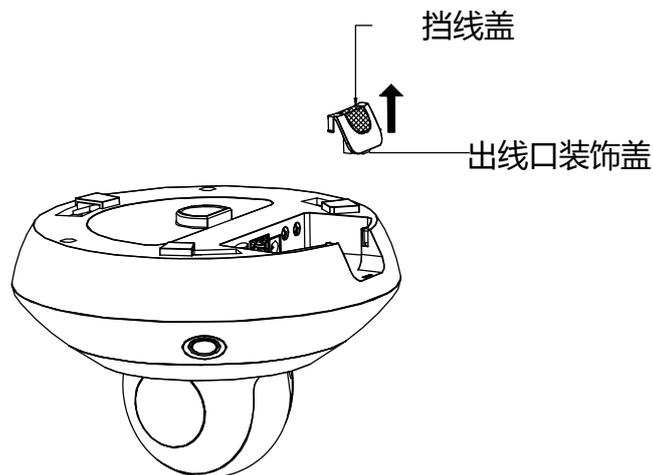

图3-8 移除出线口装饰盖
1. 向上拔出“出线口装饰盖”，并用钳子将“挡线盖”掰下，如图 3-8 所示。